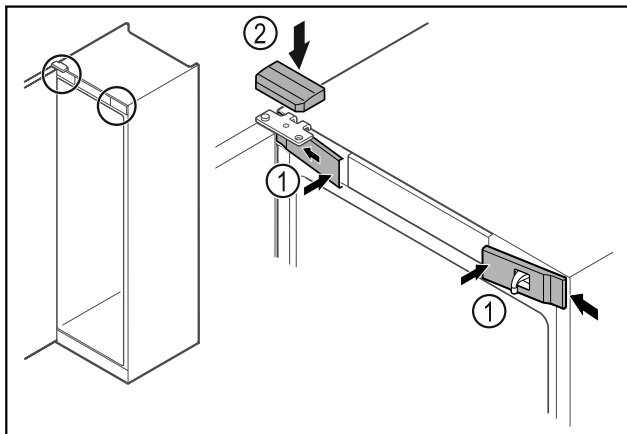

Fig. 45
- ▶ Agganciare le coperture anteriori Fig. 45 (1) di lato e innestarle.
- ▶ Innestare la copertura superiore Fig. 45 (2) dall'alto.